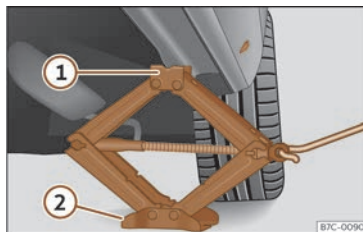

Fig. 202 Llarguer: col·locació del gat del vehicle.
- Gireu la manovella del gat, situat sota el punt de recolzament del llarguer, per elevar-lo fins que la pestanya ① >>> **fig. 202** quedi situada sota l'allotjament previst.
- Alineu el gat de manera que la pestanya ① "s'adhereixi" a l'allotjament previst del llarguer i la placa base mòbil ② quedi recolzada a terra. La placa base ② ha de caure en la vertical respecte del punt de recolzament ①.